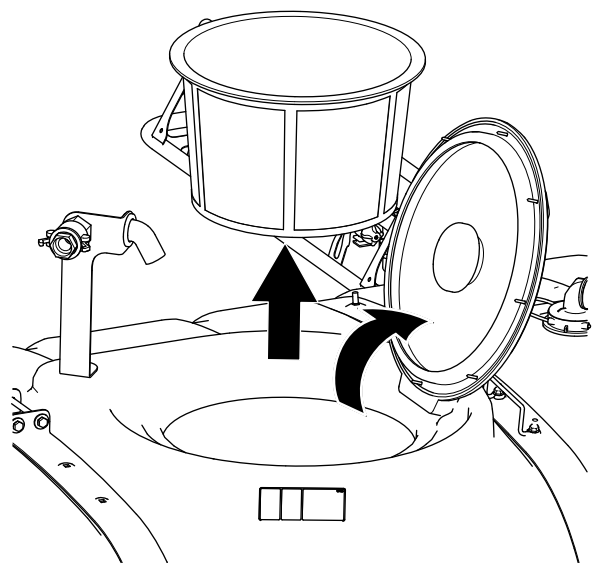

Bild 16
1. Öffnen Sie den Behälterdeckel und entfernen Sie den Filterkorb (Bild 16).